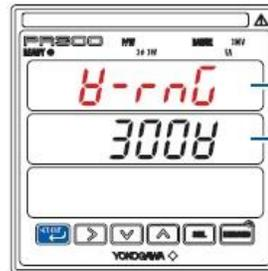

Figura 4.10
10. Una vez que se entra a la pantalla de sistema de fase e hilo se oprime  o  hasta entrar a la función del rango de voltaje como se muestra en la figura 4.10